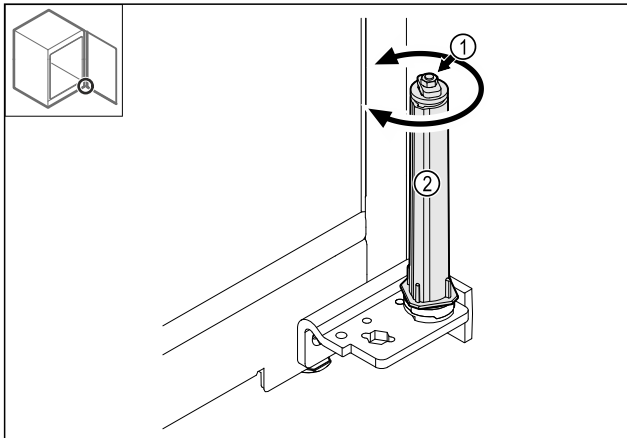

Fig. 33
- Verschraubung Fig. 33 (1) des Schließsystems nicht zerlegen.
- Schließsystem Fig. 33 (2) drehen, bis es klickt.